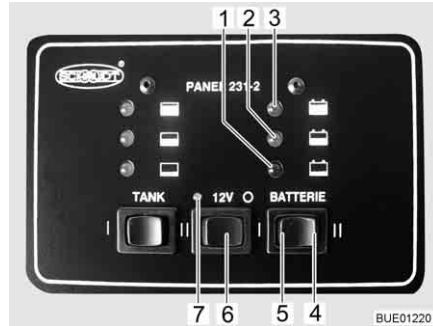

Fig. 107 Panneau de contrôle
L'interrupteur principal 12 V (Fig. 107,6) établit ou coupe l'alimentation 12 V de la cellule.
- Appuyez sur le commutateur à bascule "12 V" (Fig. 107,6) vers la gauche : L'alimentation 12 V de la cellule est assurée. Le voyant de contrôle 12 V vert (Fig. 107,7) s'allume.
- Appuyer sur le commutateur à bascule "12 V" (Fig. 107,6) vers la droite "0" : L'alimentation 12 V de la cellule est coupée. Le voyant de contrôle 12 V (Fig. 107,7) s'éteint.
- Appuyer sur le commutateur à bascule "BATTERIE" vers la gauche "I" (Fig. 107,5) : État de charge de la batterie de cellule.
Le côté droit du commutateur à bascule "BATTERIE" "II" (Fig. 107,4) n'a pas de fonction.
Le voyant de contrôle rouge (Fig. 107,1) portant le symbole "I" s'allume : La batterie de cellule est déchargée. Recharger immédiatement la batterie de cellule complètement.
Le voyant de contrôle jaune (Fig. 107,2) portant le symbole "II" s'allume : La batterie de cellule est à demi-déchargée. La réserve énergétique de la batterie de cellule ne suffit plus que pour une courte durée. Recharger bientôt la batterie de cellule.
Le voyant de contrôle vert (Fig. 107,3) portant le symbole "III" s'allume : La batterie de cellule est repleinement chargée.